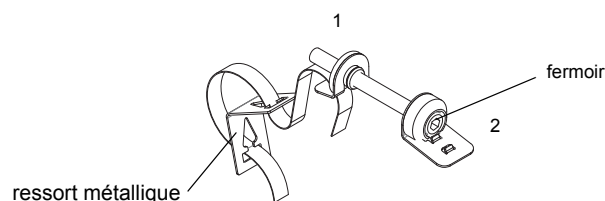

Fig. 9.49: Fermoir, ressort métallique avec sangle de fixation
- Faites passer env. 20 mm de la sangle de fixation à travers la fente de la partie (1) du fermoir (voir Fig. 9.49). Recourbez l'extrémité de la sangle.